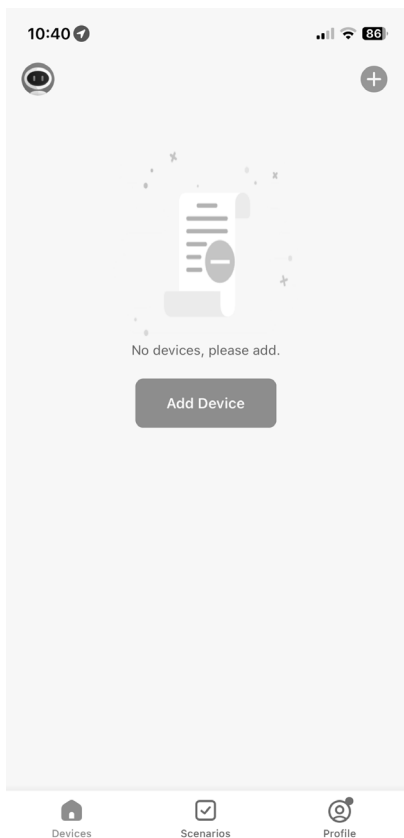

Fig. 1
- ▶ Se nell'app MEDION® Life+ non è ancora stato registrato alcun apparecchio, toccare il pulsante **ADD DEVICE** (vedere la fig. 1).